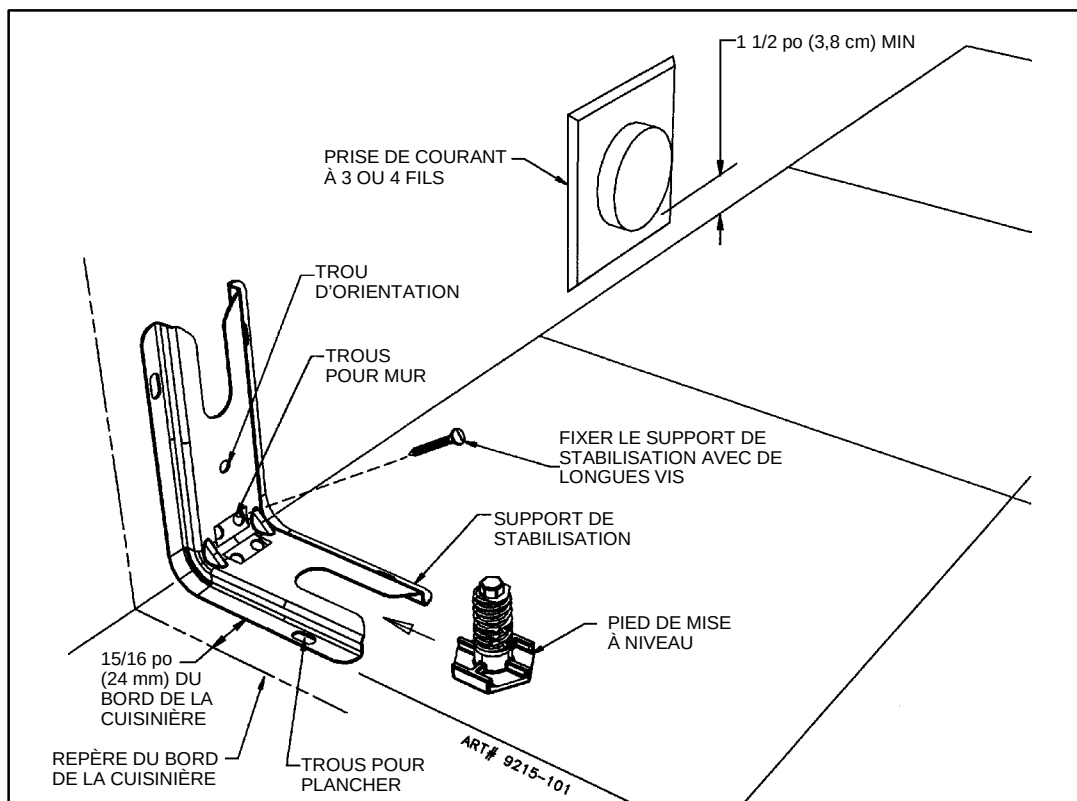
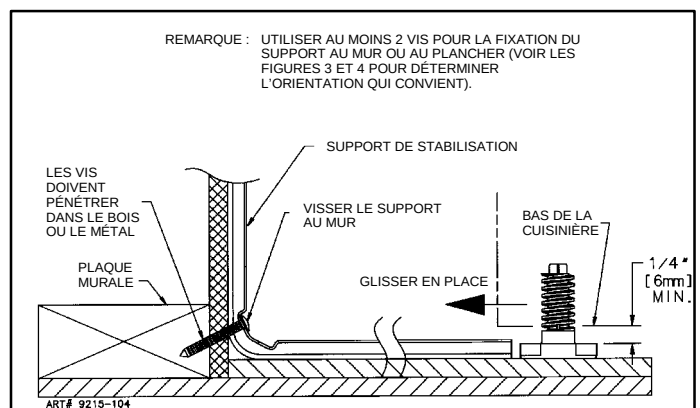

FIGURE 3
FIGURE 5
Placer le support avec le trou d'orientation du pied le plus long contre le mur ou contre le plancher tel qu'illustré aux figures 3 et 4.
ÉTAPE 1 - Emplacement du support de stabilisation (voir figure 3). Prise de courant encastrée dans le mur
- Placer le SUPPORT à 15/16 po (24 mm) de la marque du « BORD » en allant vers le centre de l'ouverture et contre le mur arrière tel qu'indiqué à la figure 3, le trou d'orientation étant contre le mur.
- Utiliser le support comme gabarit et marquer l'emplacement des trous pour le type de matériau sur lequel le support doit être fixé, tel qu'indiqué à la figure 3.
1. Plancher : Déterminer le centre des deux trous identifiés par « TROUS POUR PLANCHER » à la figure 3 ou 4 selon le cas. Percer un trou de positionnement de 1/8 po (3 mm) au centre de chaque trou (un clou ou un poinçon peut également être utilisé si une perceuse n'est pas disponible). Fixer le support de STABILISATION au plancher à l'aide des deux vis fournies. Passer à l'ÉTAPE 3.
2. Mur : Déterminer le centre des deux trous identifiés par « TROUS POUR MUR » à la figure 3 ou 4 selon le cas. Percer un trou de positionnement de 1/8 po (3 mm) au centre de chaque trou (un clou ou un poinçon peut également être utilisé si une perceuse n'est pas disponible) tel qu'indiqué à la figure 5. Fixer le support de STABILISATION au mur à l'aide des deux vis fournies tel qu'indiqué à la figure 5. Passer à l'ÉTAPE 3.
celle des vis obtenues en quincaillerie au centre des trous identifiés « TROUS POUR PLANCHER » à la figure 3 ou 4 selon le cas. Fixer le support de STABILISATION au plancher. Passer à l'ÉTAPE 3.
- B. Placer la cuisinière de façon à ce qu'elle puisse entrer dans l'ouverture et la pousser en place. Remarque : un dégagement minimum de 1/4 po (6 mm) est exigé entre la cuisinière et le pied de mise à niveau qui va s'insérer dans le support de STABILISATION (voir figure 5).